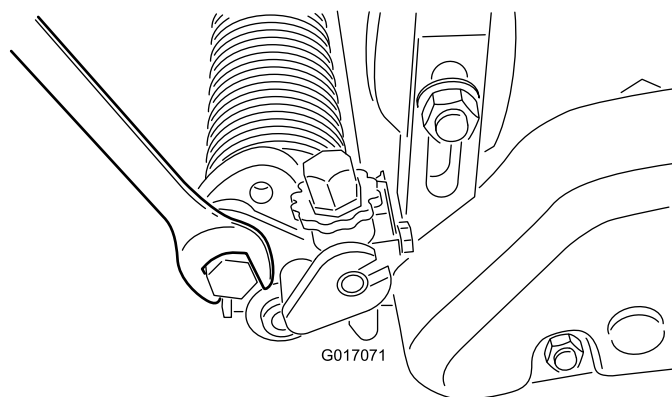

Рисунок 21
- А. Отпустите болты на правом и левом рычагах барабана (Рисунок 21).
- С. Затяните болты фиксации регулировки (Рисунок 21).